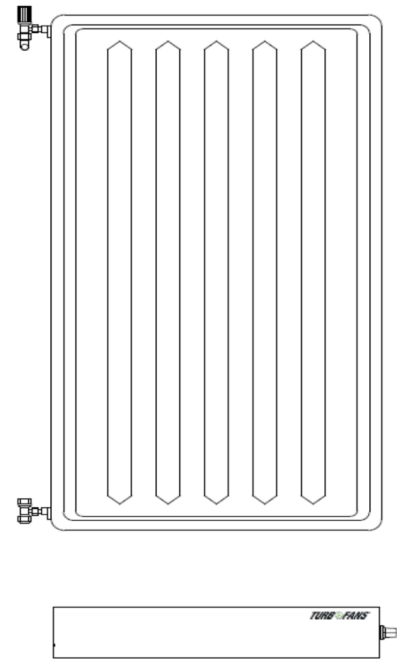

FIGURA 1
- Colocar el dispositivo por debajo del radiador y comprobar que el ancho del bastidor coincide aproximadamente con el ancho del radiador tal y como se aprecia en la figura 1 (frontal del radiador). De no coincidir puede que el modelo no sea el correcto o bien corresponda a otro radiador.